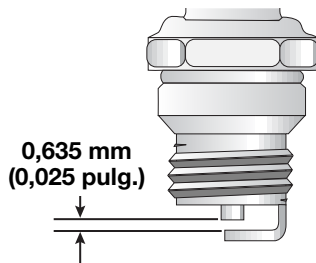

Fig. 68
3. Cambie las bujías que estén rajadas, sucias o deterioradas. Fije la separación de aire a 0,635 mm (0,025 pulgadas) utilizando un calibrador (Fig. 68).